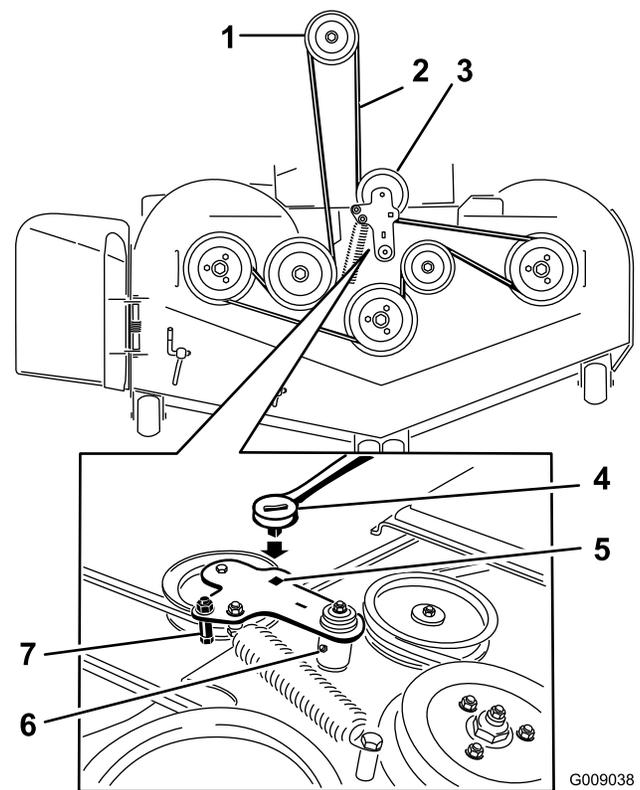

Figure 73
10. Montez le guide de courroie sur le bras de la poulie de tension, comme montré à la Figure 73.
11. Insérez le rochet dans le trou carré et montez le ressort de la poulie de tension (Figure 73).
5. Insérez un rochet dans le trou carré du bras de la poulie de tension pour détendre le ressort de la poulie de tension (Figure 73).
7. Enlevez le guide de courroie situé sur le bras de la poulie de tension rappelée par ressort, comme montré à la Figure 73.
9. Acheminez la courroie neuve autour des poulies du tablier de coupe et de la poulie d'embrayage, sous le moteur (Figure 73).